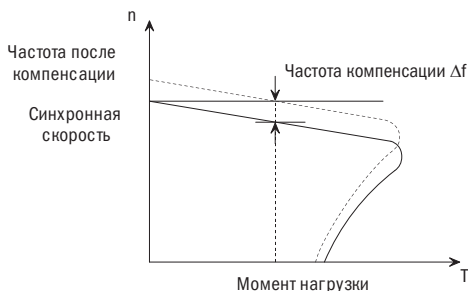

Рисунок 5-39. Рисунок автоматической компенсации скольжения
- Скольжение ротора двигателя изменяется с моментом нагрузки, что приводит к отклонениям в скорости двигателя. Выходная частота инвертора может быть настроена автоматически посредством компенсации скольжения в соответствии с моментом нагрузки. Таким образом, электрические характеристики механической прочности могут быть улучшены. Смотрите рисунок 5-39.